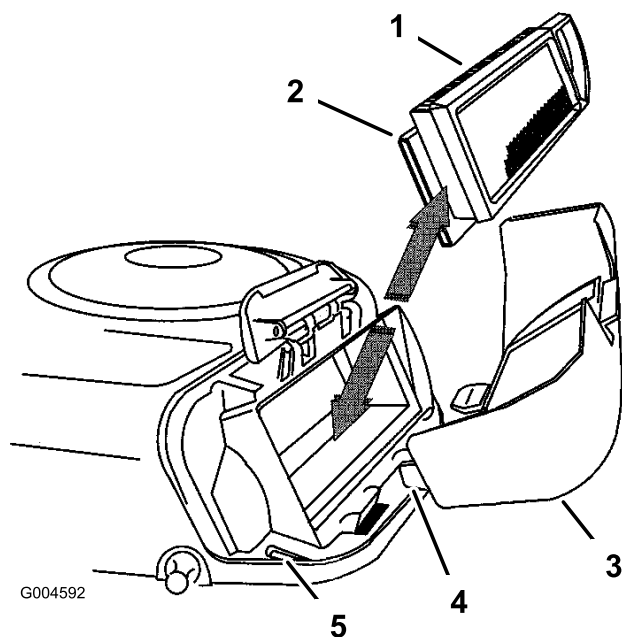

Bild 24
5. Schieben Sie den Papier- und den Schaumeinsatz vorsichtig vom Gebläsegehäuse herunter (Bild 24).
3. Haken Sie den Griff in die Abdeckung ein und drücken auf den Griff, um diesen einzurasten (Bild 24).